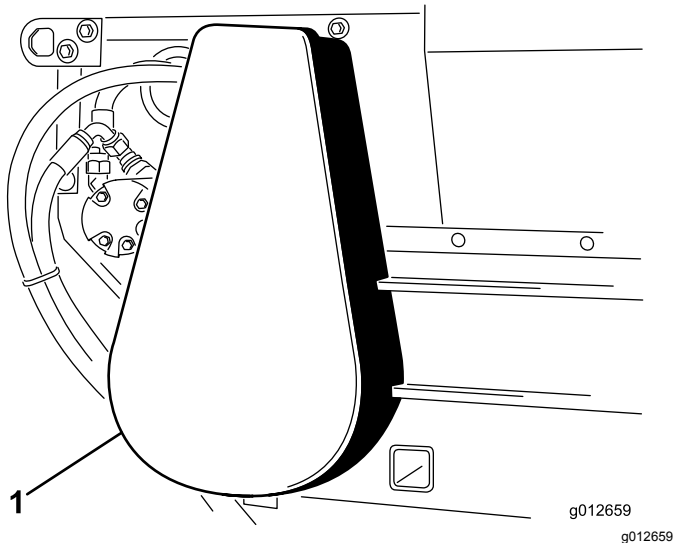

Figura 28
1. Retire la cubierta de la cadena (Figura 28).